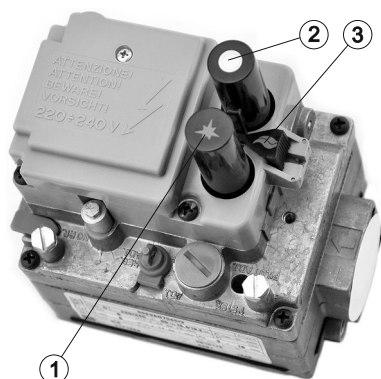

Рис. 11 Газовый клапан 810 Elettrosit
6.7. Принципиальная схема подключения котла к системе отопления приведена на рис. 11, при этом установка водяных и газового фильтров обязательна. При подключении котла предварительно произведите пневмогидравлическую промывку системы отопления.
Нажмите кнопку «*» (п.1 рис.11) и удерживайте ее полностью нажатой - подача газа к запальной (пилотной) горелке открывается.
Чтобы включить основную горелку, нажмите поперечную кнопку «•» (поз. 3, рис. 11).